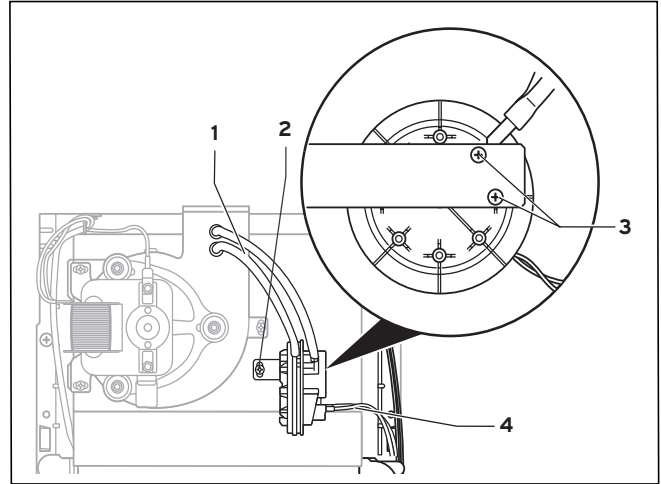

Fig. 7.9 Montar el captador de presión diferencial
- Retire las dos mangueras de silicona (1) y los cables (4) del captador de presión diferencial.
- Suelte el tornillo (2) para desmontar el captador de presión diferencial con el soporte.
- Suelte los tornillos (3) para retirar el captador de presión diferencial.
- Monte el nuevo captador de presión diferencial ejecutando los pasos de trabajo en orden inverso. Utilice la fig. 7.9 como orientación.